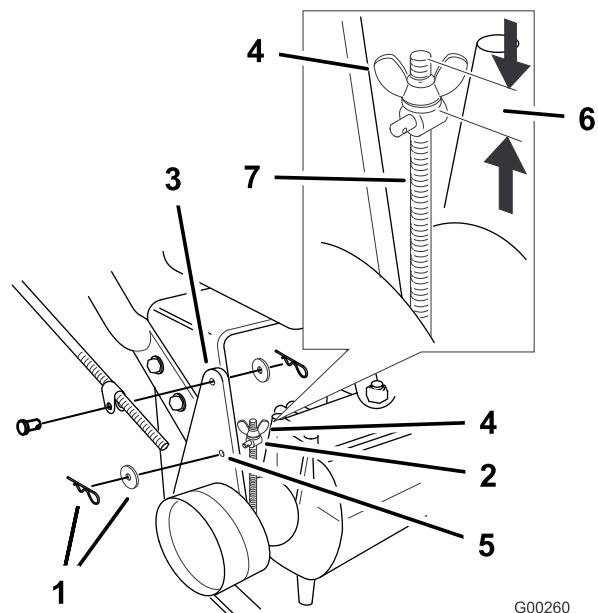

Figura 41
Nota: Per la messa a punto iniziale, regolate l'altezza del dado ad alette in modo tale che la distanza dalla sua base alla sommità dell'asta filettata sia di 32 mm (Figura 41).
6. Per regolare il freno, toglie la coppiglia e la rondella dalla leva del freno e dal barilotto (Figura 41).
9. Inserite il barilotto nel foro F (Figura 41).
10. Assicurate il barilotto alla leva del freno per mezzo della rondella e della coppiglia (Figura 41).